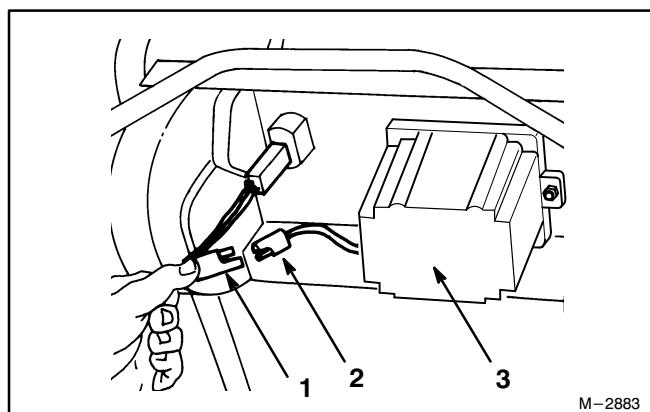

Figure 8
- Raccorder le faisceau de câblage au cordon de la batterie (Fig. 8).